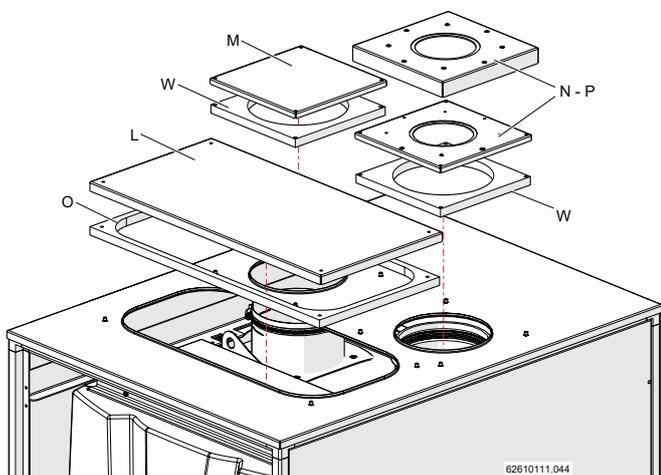

Figura 5-56
- Se si dispone di uno scarico fumi di diametro 110 mm, utilizzare le coperture per lo scarico "N" di Figura 5-56;
- Se si dispone di uno scarico fumi di diametro 80 mm, utilizzare le coperture per lo scarico "P" di Figura 5-56;
14.-fissare, tramite le viti "D", il riparo per le connessioni elettriche "L", per l'aspirazione "M" e per lo scarico "N" (oppure "P") alla copertura superiore (Figure 5-56 e 5-57); ricordando di inserire le guarnizioni "O" e "W" come indicato in Figura 5-56;
- 16.-fissare il riparo per le connessioni elettriche "L", per l'aspirazione "M" e per lo scarico "D" (Figure 5-56 e 5-57); ricordando di inserire le guarnizioni "O" e "W" come indicato in Figura 5-56;
- **Se si dispone di uno scarico fumi di diametro 160 mm, utilizzare le coperture per lo scarico "N" di Figura 5-56;**
- **Se si dispone di uno scarico fumi di diametro 110 mm, utilizzare le coperture per lo scarico "P" di Figura 5-56;**